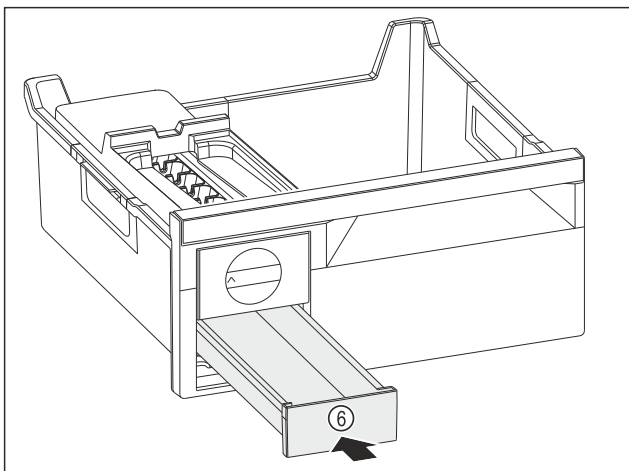

Fig. 110
- ▶ Tolja be a jégkockafiókot Fig. 110 (6).